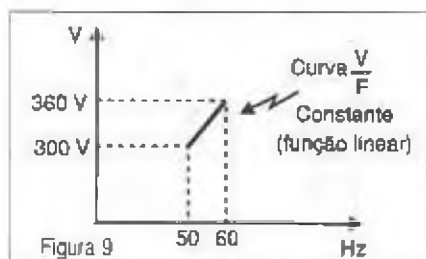

Figura 9
**Situação 2 :** o inversor recebeu uma nova instrução para mudar de 50 Hz para 60 Hz. Agora a tensão passa a ser 360 V, e a razão V/f mantém-se em 6. Acompanhe a curva mostra na figura 9.